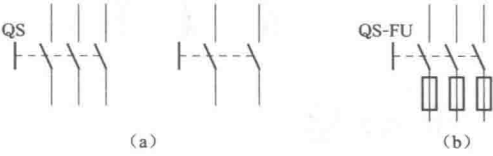

图 1-1 HK 系列胶盖瓷底刀开关在电路中的符号 (a) 刀开关；(b) 带熔断器刀开关
(4) HK 系列胶盖瓷底刀开关在电路中的符号。HK 系列胶盖瓷底刀开关在电路中的符号如图 1-1 所示。
(5) HK 系列胶盖瓷底刀开关基本技术数据见表 1-1。
(1) HH 系列铁壳开关简述。HH 系列铁壳开关主要由 U 型动触片、静夹座、瓷插式熔断器、速断弹王、转轴、操作手柄、开关盖、开关盖锁紧螺栓，进线孔、出线孔等组成。铁壳开关的操作机械与 HK 系列胶盖瓷底刀开关比较有两个特点。第一是采用了弹王贮能分合闸方式，其分合闸的速度与手柄的操作速度无关，从而提高了开关通断负载的能力及降低了触头系统的电气磨损及延长了开关的使用寿命。第二是设有联锁装置，保证开关在合闸状态开关盖不能开启，开关盖开启时又不能合闸。联锁装置的采用，既有利于充分发挥外壳的防护作用，又保证了更换熔丝时不因误操作合闸而产生触电事故。
(2) HH 系列铁壳开关型号意义如下：
(3) HH 系列铁壳开关在电路中的用途。HH 系列铁壳开关适应于作为机床的电源开关和直接启动与停止 15kW 以下电动机的控制，同时还可作为工矿企业电气装置，农村电力排灌及电热照明等各种配电设备的开关及短路保护之用。
(4) HH 系列铁壳开关在电路中的符号。HH 系列铁壳开关在电路中的符号与图 1-1 相同。
(5) HH 系列铁壳开关基本技术数据见表 1-2。